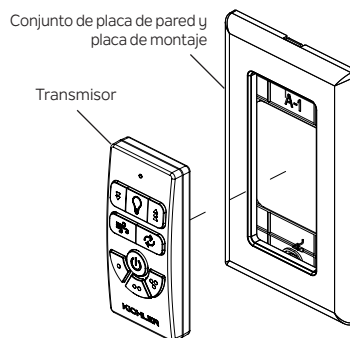

Figura 4
Paso 1. Retire el transmisor de la placa de pared y del conjunto de la placa de montaje. **(Figura 4)**